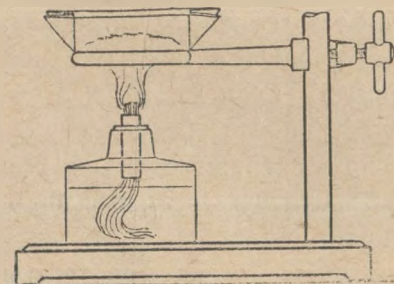

Рис. 81. Прокаливание металлов в железной коробочке.
**Задача 2.** Насыпьте в железную коробочку ложку металлического порошка или опилок, уравновесьте коробочку на весах дробью или песком (лучше разновесками), затем поместите на треугольнике на кольцо штатива (рис. 81) или тагана и нагревайте, пока металл не покроется окалиной. Дайте вполне остыть, пока на ощупь коробочка не перестанет быть теплой и снова поместите на весы. Результат? (96).